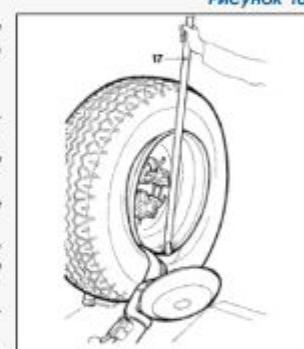

Рисунок 17
- вращайте колесо и одновременно проталкивайте съемный рычаг между ободом и бортиком, пока он не зацепится за бортик (см. рис. 17),
- вставьте рычаг 17 (рис. 17) между ободом и бортиком справа от съемного рычага,
- вставьте рычаг 17 (рис.17) между диском и бортиком справа от съемного рычага.